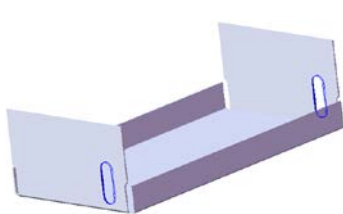
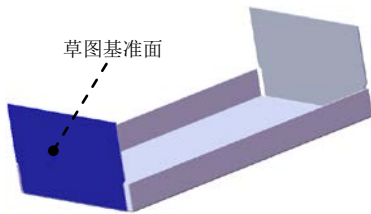

图 11.3.23 切除一拉伸 2
图 11.3.24 草图基准面
Step8. 创建图 11.3.23 所示的切除一拉伸 2。
(1) 选择命令。选择下拉菜单 **插入(I)** → **切除(C)** → **拉伸(E)...** 命令。
(2) 定义特征的横断面草图。
① 定义草图基准面。选取图 11.3.24 所示的表面作为草图基准面。